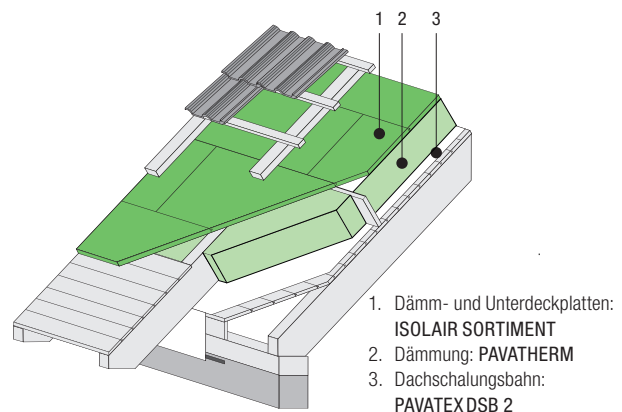

Abb.8 ISOLAIR als Unterdeckung bei einer Aufsparrendämmung
- Dächer mit PAVATEX Aufsparrendämmung (*Abb.8*) Die Befestigung der Unterdeckplatten sowie der übrigen Dämmplatten erfolgt nur über die schub- und sogssichere Befestigung der Konterlatten mit hierfür bauaufsichtlich zugelassenen Schrauben. Weitere Informationen hierzu enthält der Abschnitt „Aufsparrendämmung“. Mit der Verlegung der Unterdeckplatten sollten sukzessive auch die Konterlatten befestigt werden, um die gesamte Aufsparrendämmung gegen Windsog zu sichern.